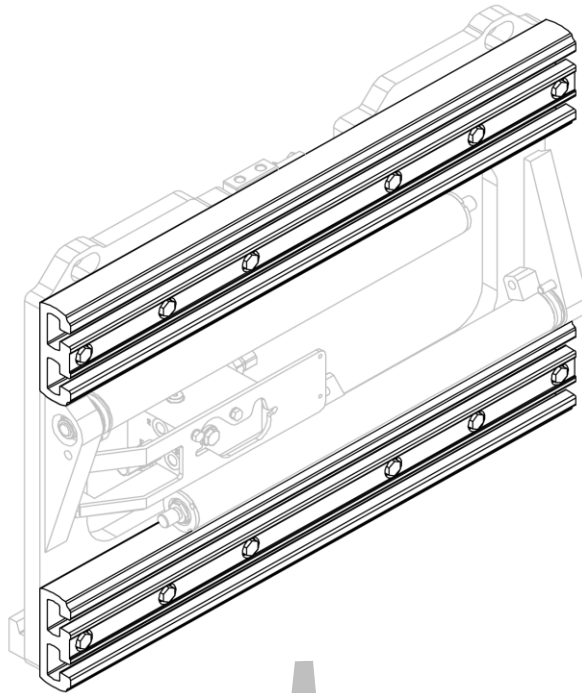
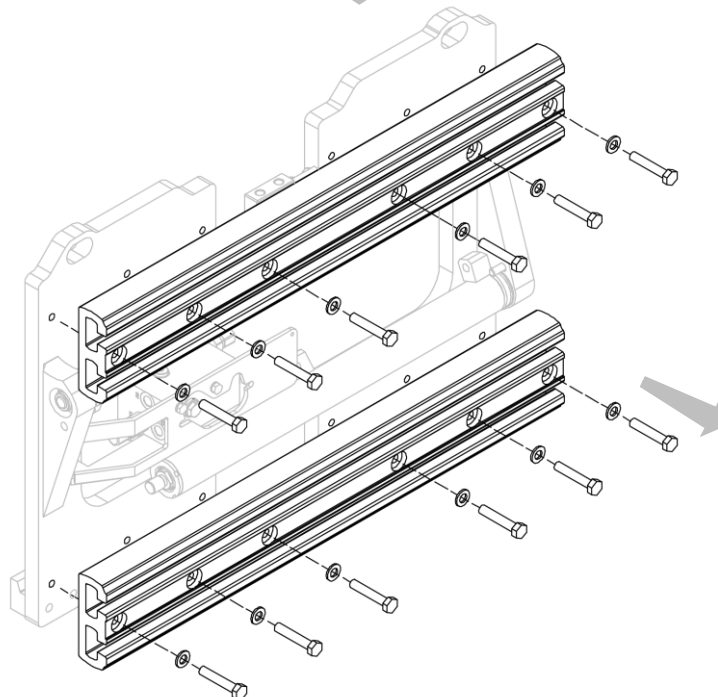

Figure 56
Figure 57
2. Retirer, un par un, les profils en aluminium après avoir dévissé les vis prévues à cet effet (voir *Figure 56* e *Figure 57*).